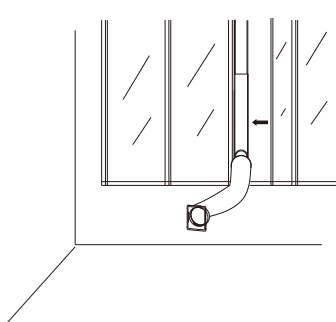

Fig. 7
8. Instale la salida de aire, el kit de ventana y los accesorios relacionados en la ventana, luego cierre la ventana de acuerdo con la dirección de la punta de flecha en el dibujo de la Fig. 7 para asegurar de forma segura el kit de ventana.